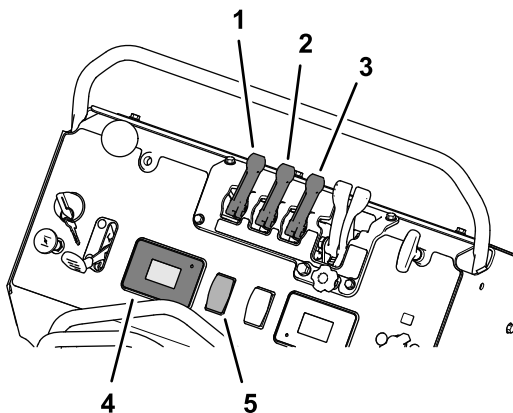

Figura 54
8. Ponga el interruptor de la bomba de fumigación en la posición de ACTIVADO (Figura 54).